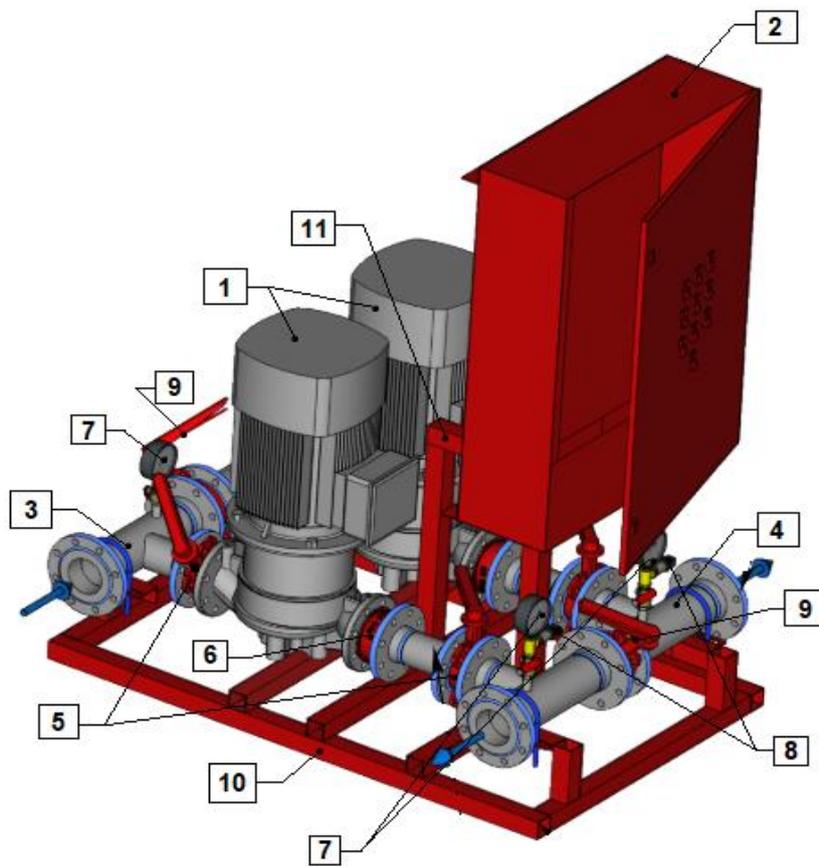

Рисунок 2 — Внешний вид установки насосной тип WaterJump-FS
**Узел 1.** Гидравлические и механические компоненты установки (см. рис.2): Установка размещена на каркасной раме (10). Она состоит из высоконапорных центробежных насосов (1), которые объединены с помощью всасывающего (3) и напорного коллекторов (4). На каждом насосе на стороне всасывания и нагнетания установлены дисковые затворы с сигнализаторами положения (5), на стороне нагнетания установлен обратный клапан (6) и преобразователь давления (8). Преобразователь давления (8) может быть смонтирован в корпус насоса (1) или отсутствовать при соответствующей маркировке установки. На обоих коллекторах установлены манометры (7) и преобразователи давления (8) с необходимым резервированием, а также разделительные дисковые затворы с сигнализаторами положения (9). При соответствующей маркировке насосной станции дисковые затворы отсутствуют.
**Узел 2.** Шкаф управления (2) установлен на отдельной стойке (11) на каркасной раме (10). К ШУ произведено подключение всех электрических компонентов установки. Окончательный монтаж проводки в ШУ выполняется заказчиком. В случае напольного исполнения шкафа управления, каркасная рама (10) не поставляется, в комплект поставки входит 5 м кабеля.